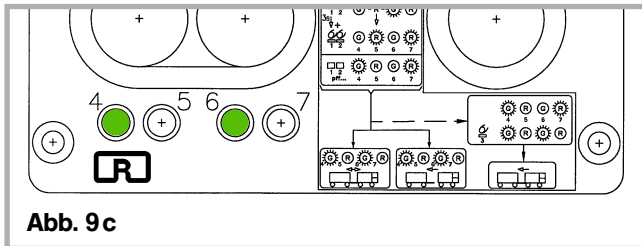

Abb. 9c
- Zug trennen: Kupplung schließt, **4** und **6** (grün) leuchten (Abb.9c)